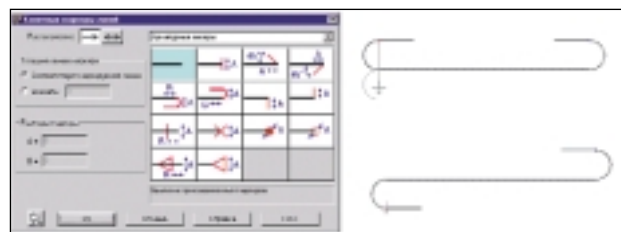

Рис. 9
- линия с конечными маркерами (рис. 9)